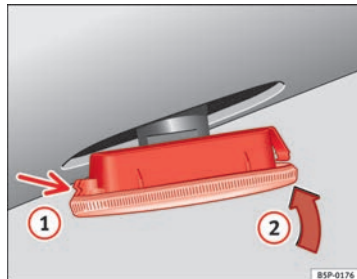

Abb. 165 Seitliche Blinker
- Setzen Sie den Blinker durch Einrasten der Halterungen **(1)** ⇒ **Abb. 165** zuerst in die Aufnahme in der Karosserie und anschließend in Pfeilrichtung **(2)** ⇒ **Abb. 165** ein. ■